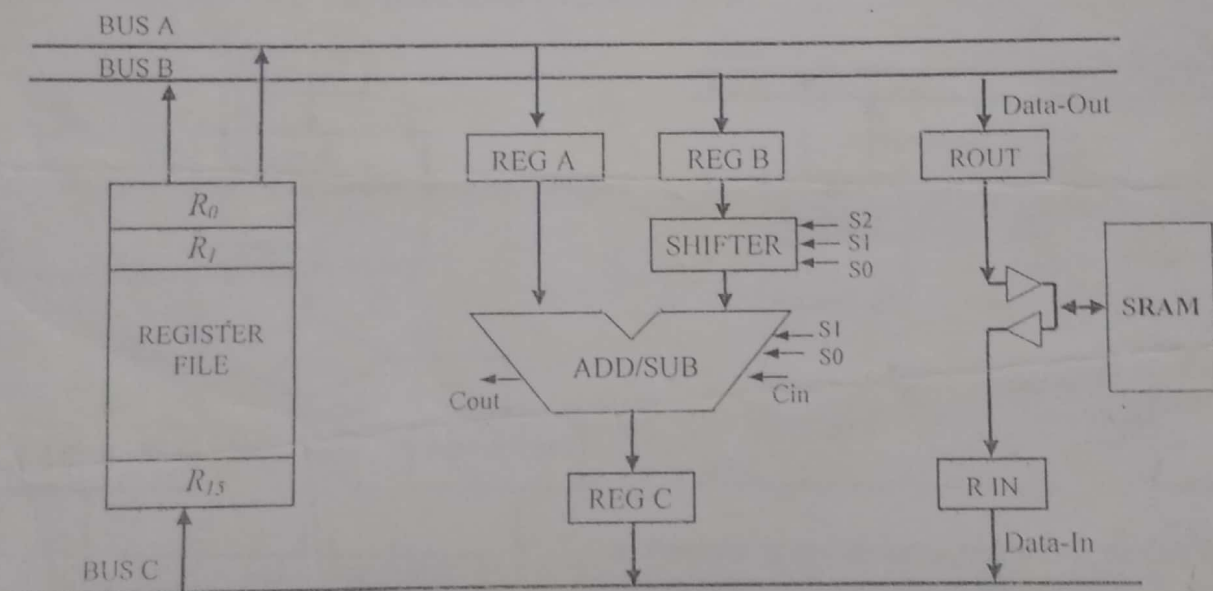

Figura 1: Procesador UV-ARM7
3. Diseñar un circuito controlador para realizar la división N/N bits. El dividendo se encuentra en R0, y el divisor en R1 del banco de registros del procesador UV-ARM7 de la Figura 1. El cociente y el residuo deben ser almacenados en R7 y R8, respectivamente. RTL-ASM (15%) y prueba de escritorio: Dividendo = 110111 y divisor = 000111 (5%).
4. Diseñar un circuito controlador para realizar la multiplicación basada en el algoritmo de Booth. El multiplicando se encuentra en R0, y el multiplicador en R1 del banco de registros del procesador UV-ARM7 de la Figura 1. El producto debe ser almacenado en R3 y R4. ASM (20%) y prueba de escritorio: multiplicando = 1011 y multiplicador = 1101 (5%).